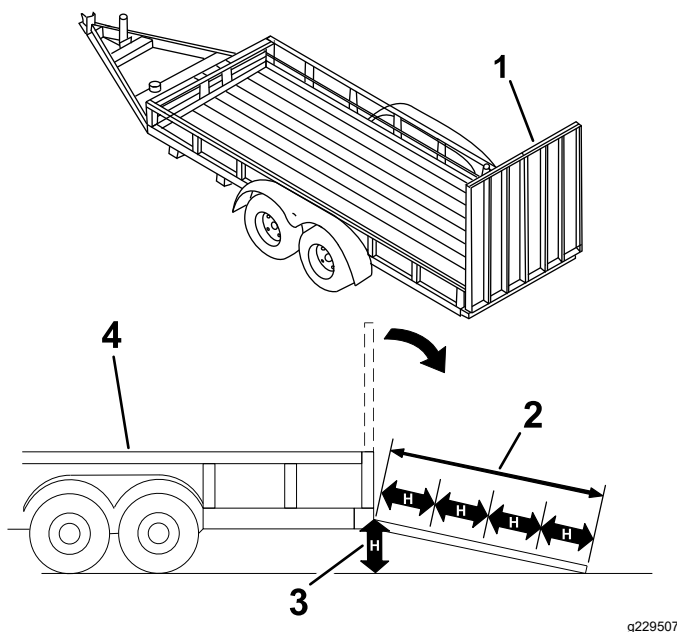

Figura 24
Quando si carica la macchina su un trailer o un autocarro si aumenta il rischio di ribaltamento, che può causare gravi ferite ed anche la morte (Figura 24).
3. Abbassate la rampa (Figura 24).